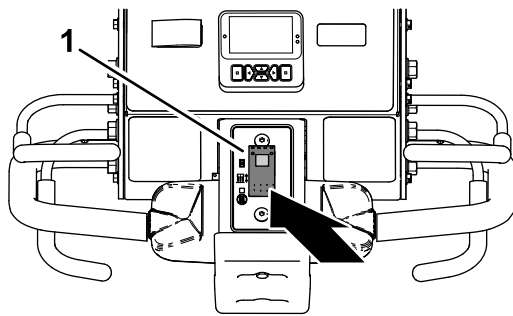

Bild 86
1. Drücken Sie den unteren Teil des Absenkschalters (Bild 86) in die SOFORTIGES ABSENKEN-Stellung.